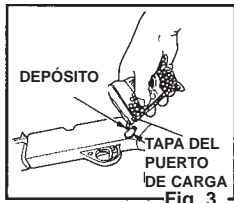

Fig. 3
- Deslice la tapa del puerto de carga hacia la parte de atrás del rifle de aire (Fig. 3).